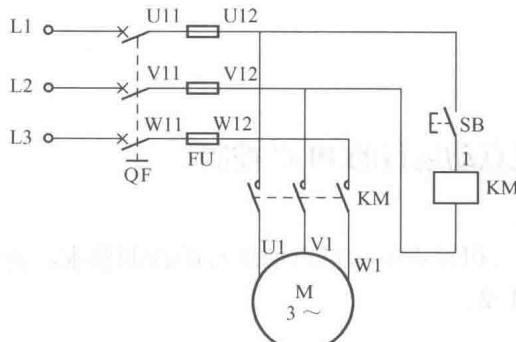

图 1-1 三相异步电动机点动运行的继电器-接触器控制电路原理图
1) 绘制工程电路原理图。三相异步电动机点动运行的继电器-接触器控制电路原理图如图 1-1 所示。
三相异步电动机点动控制原理如图 1-1 所示，其工作过程是：当合上 QF 时，电动机不会起动运转，因为这时接触器 KM 的线圈未通电，它的主触头处在断开状态，电动机 M 的定子绕组上没有电压。当按下按钮 SB 时，线圈 KM 通电，主电路中的 KM 主触头闭合，电动机起动运转。当松开按钮 SB 时，线圈 KM 失电，从而使主触头断开，切断电动机 M 的电源，电动机随即停转。这种按下按钮电动机运转、松开按钮即停转的电路，称为点动控制电路。这种电路常用于快速移动控制或调整机床。
图 1-1 所示的继电器-接触器控制电路由各种不同的电气元件组成。电器是所有电工器械的简称，对电能的生产、输送、分配和使用起控制、调节、检测、转换及保护作用。我国现行标准将工作在交流 50Hz 或 60Hz、额定电压 1200V 及以下和直流额定电压 1500V 及以下电路中的电器统称为低压电器。低压电器种类繁多、结构各异、用途不同，随着科学技术的不断发展，它将会向着体积小、质量轻、安全可靠、使用方便及性价比高等方向发展。